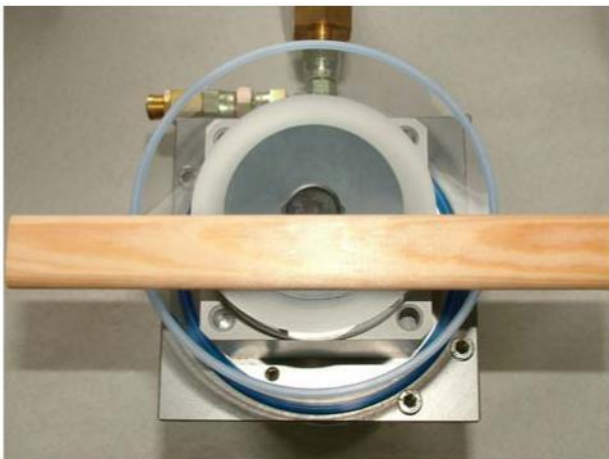

Fig. 9: Ausrichten der runden Gummidichtung
- Runde Gummidichtung auflegen und mit Hilfe eines Lineals, das auf den Temperiermantel gelegt wird, parallel zum Zylinder ausrichten (vgl. Fig. 9, die halbmondförmigen Löcher müssen sich später unter den Ventilöffnungen befinden).